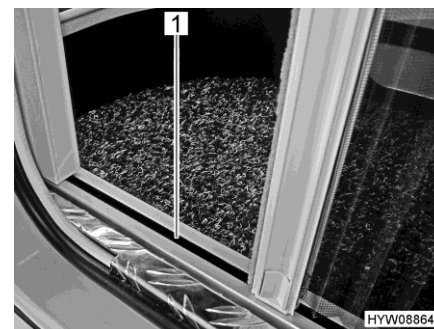

Bild 60 Insektenschutz (untere Führung)
- ▷ Griffleiste beim Schließen und Öffnen mit beiden Händen greifen. So verringert sich das Risiko, dass der Insektenschutz in den Führungen (Bild 60,1) verkantet.